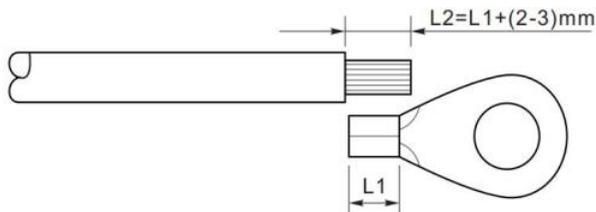

Figure 5-2 Instructions pour la connexion de mise à la terre (1)
Étape 1 : Retirez la couche d'isolation d'une longueur appropriée à l'aide d'une pince à dénuder comme illustré à la figure 5-2.